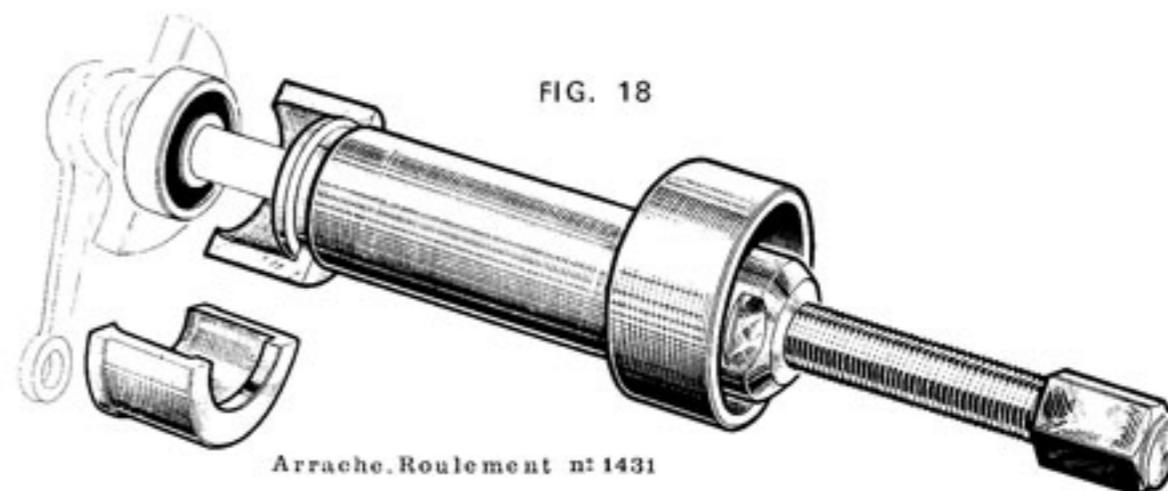

FIG. 18
- Extraire le roulement du vilebrequin, extracteur $\frac{\text{MB 1431}}{\text{VAR 142/42L}}$ Fig. 18 et jeu de coquilles $\frac{\text{MB 1379}}{\text{VAR 47/142}}$